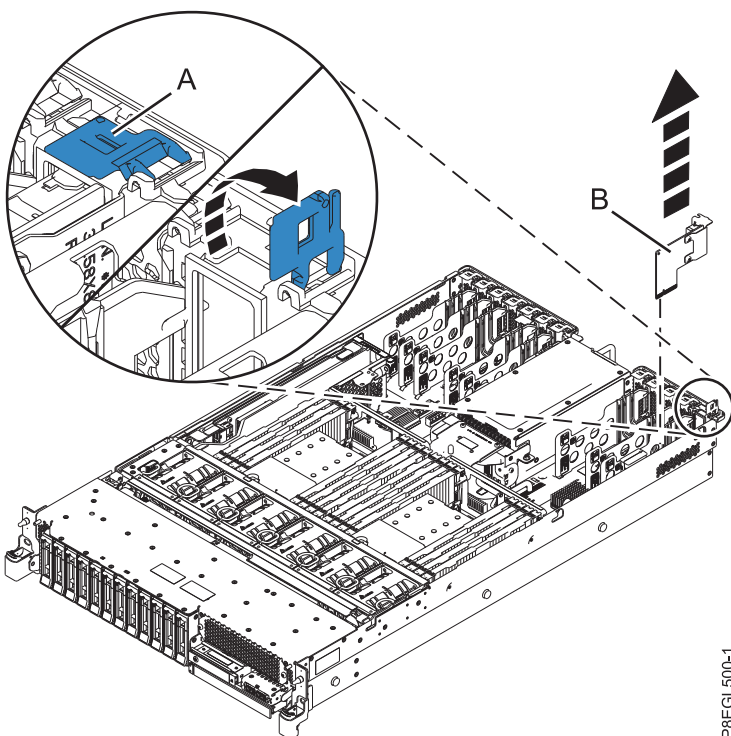

Figura 1. Extracció de la targeta d'E/S del sistema d'un sistema muntat en bastidor
2. Feu girar la palanca de bloqueig (**A**) en la direcció que es mostra a la Figura 1 a la pàgina 5 per tal de desbloquejar la targeta d'E/S del sistema (**B**) de la ranura de la part posterior del sistema.